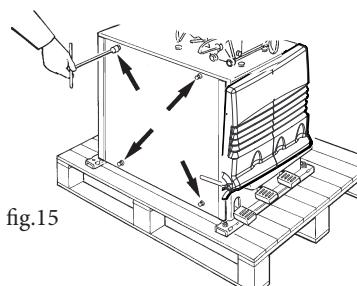

fig.15
- Togliere le 4 viti del coperchio laterale con chiave di 10mm (fig.15) e smontare il coperchio laterale.
- Remove the 4 side cover screw with a 10 mm spanner (fig.15); Remove the side cover.
- Oter les 4 vis du couvercle latéral au moyen d'une clef de 10mm (fig.15) et démonter le couvercle latéral.
- Die vier Schrauben des seitlichen Deckels mit einem Schraubenschlüssel von 10 mm (Abb. 15) entfernen und den Deckel abnehmen.
- Quite los 4 tornillos de la tapa lateral con una llave de 10 mm (fig. 15)y desmonte la tapa lateral.
- Rimontare lo sportello laterale (fig.15) applicando le 4 viti TEM6 flangiate autofilettanti con una chiave di 10mm.